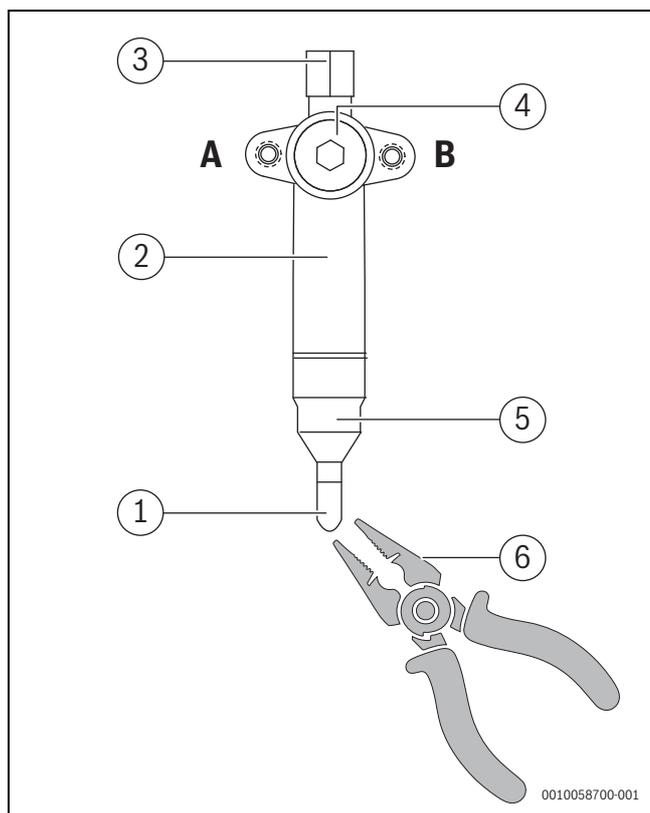

fig. 22
- ▶ Hiqni tubin e madh të izolimit (→ Fig. 22).